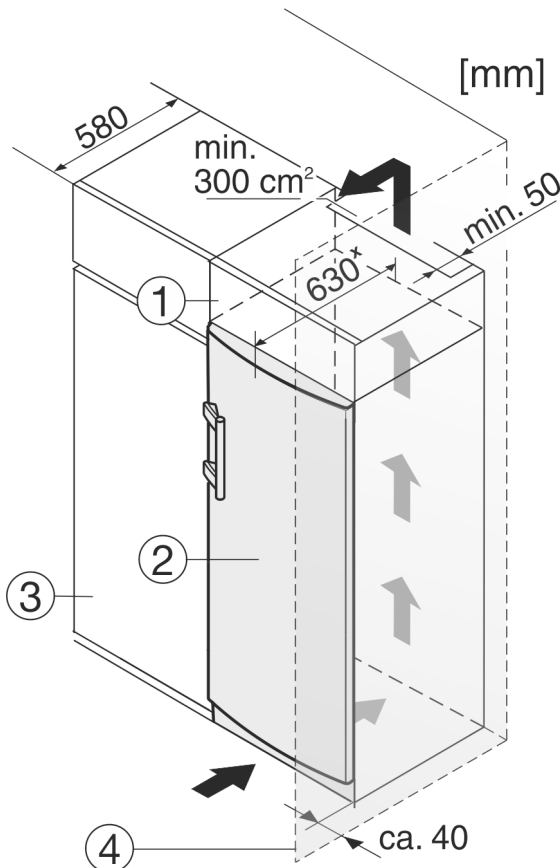

Fig. 12
(1) Opbouwkast (3) Keukenkast
(2) Apparaat (4) Wand
Het apparaat kan in keukenkasten worden ingebouwd. Om het apparaat Fig. 12 (2) aan de hoogte van het keukenblok aan te passen, kan boven het apparaat een opzetkast Fig. 12 (1) worden aangebracht.
Bij een ombouw met keukenkasten (diepte max. 580 mm) kan het apparaat direct naast de keukenkast Fig. 12 (3) worden opgesteld. Het apparaat steekt er zijdelings 34 mm * en in het apparaatmidden 50 mm * ten opzichte van de keukenkastfront uit.
Als het apparaat met de scharnieren naast een wand Fig. 12 (4) wordt geplaatst, moet de afstand tussen het apparaat en de wand minimaal 40 mm bedragen. Dit komt overeen met de uitsteekmaat van de handgreep bij geopende deur.